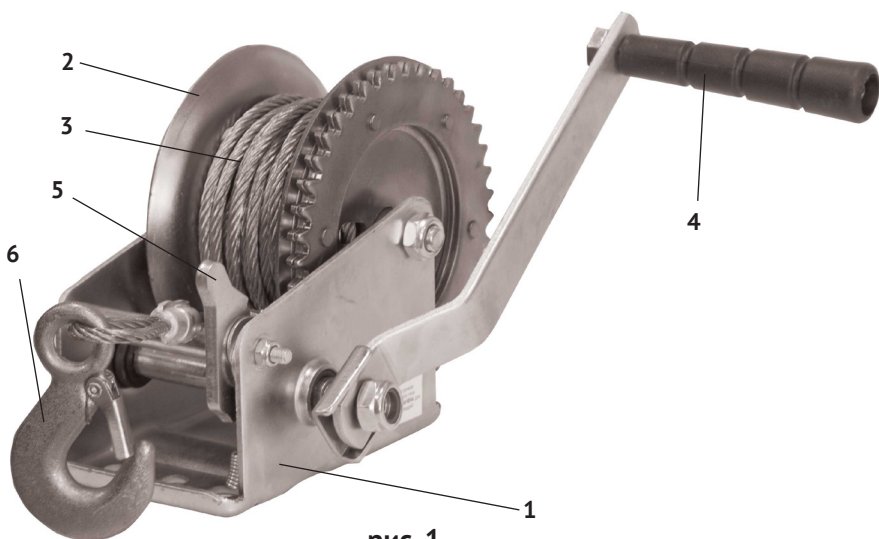

рис. 1
4.1 Общий вид лебёдки представлен на рис.1
- барабан с ведомой шестернёй (рис.1 поз.2) с намотанным гибким тросом (рис.1 поз.3) и крюком (рис.1 поз.6);
- рукоятка (рис.1 поз.4) с ведущей шестернёй;
- механизм грузоподъёмного тормоза (трещотка рис.1 поз.5)
- механизм грузопорного тормоза (трещотка рис.1 поз.5)